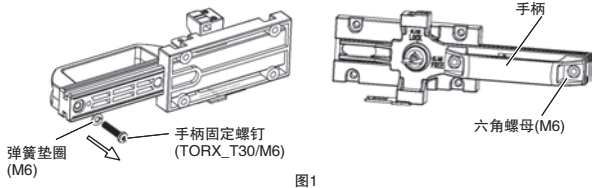

图1
- 卸下手柄固定螺钉时，请注意不要遗失弹簧垫圈和六角螺母。(图1)